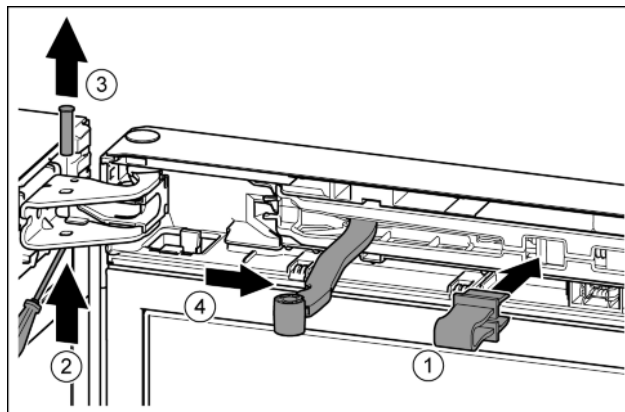

Fig. 12
- ▶ Zabezpieczenie zazębić w otworze. Fig. 12 (1)
- ▶ Sworznie wysunąć przy pomocy śrubokręta. Fig. 12 (2)
- ▶ Sworznie wyjąć w górę. Fig. 12 (3)
- ▶ Przegub obrócić w kierunku drzwi. Fig. 12 (4)